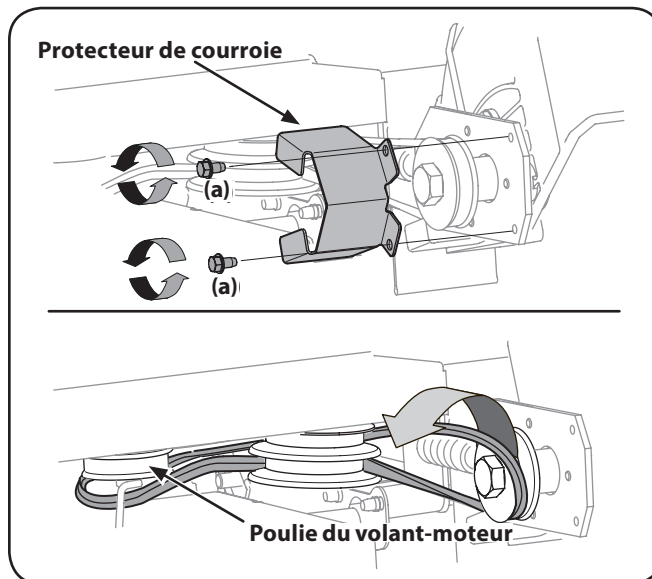

Figure 7-2
3. Pour enlever le protecteur de courroie, desserrez les deux vis autotaraudeuses (a) qui le retiennent au support de lame. Voir Figure 7-2.
4. Retirez la courroie des poulies et prenez note de la position de la courroie. Mettez au rebut la courroie usée. Voir Figure 7-2.
- NOTE :** Le côté en forme de V de la courroie doit être placé sur la poulie supérieure et le côté plat doit être sur la poulie inférieure. Voir Figure 7-2.